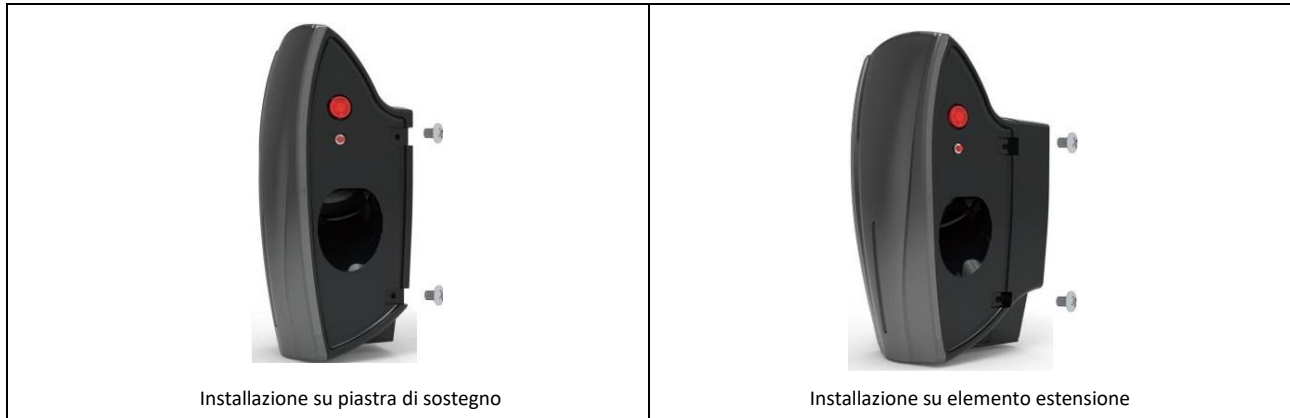

FIGURA 15
- Posizionare l'EV Charger sulla piastra di sostegno o sull'elemento di estensione, in funzione della modalità di installazione, ed avvitare le viti M6x8 con una coppia di $1,5 \div 1,8$ Nm, *vedi figura 15*.